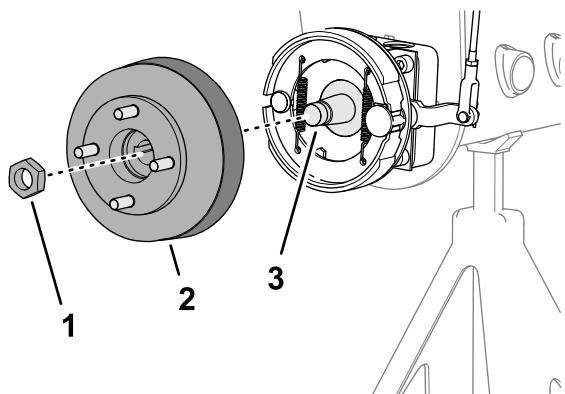
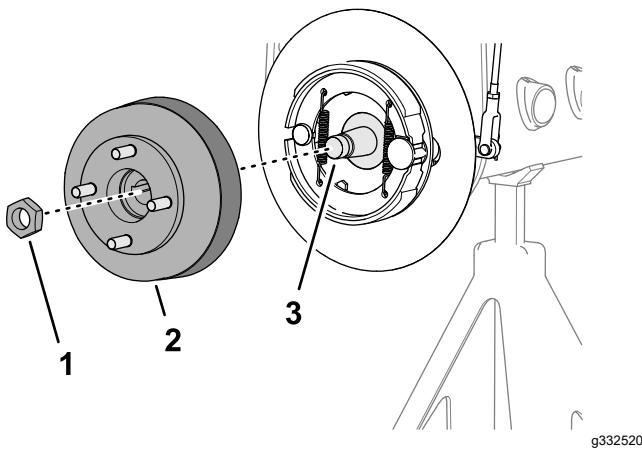

Figura 64
Figura 65
1. Retire la contratuerca que sujetá el cubo al eje del motor de rueda (Figura 64 o Figura 65).
4. Utilice el extractor de cubos de rueda especificado para retirar el cubo de la rueda y el tambor de freno del eje del motor de rueda (Figura 64 o Figura 65).